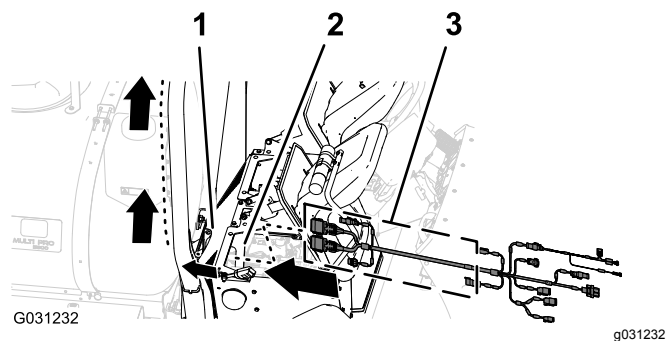

図 165
1. データ用ハーネスの 390cm の枝線を、エンジンルームの右側から内部エンジン用のエアフィルタの隣へ入れ、エンジン後部シュラウドの右下エリアの下側に沿って後方へ進める 図 165。